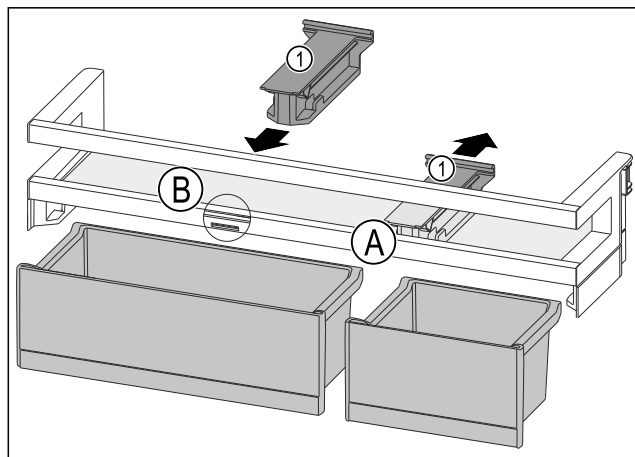

Fig. 112
- ▶ Halteteil Fig. 112 (1) in Position Fig. 112 (A) nach hinten abziehen.
- ▶ Halteteil Fig. 112 (1) in Position Fig. 112 (B) einsetzen.